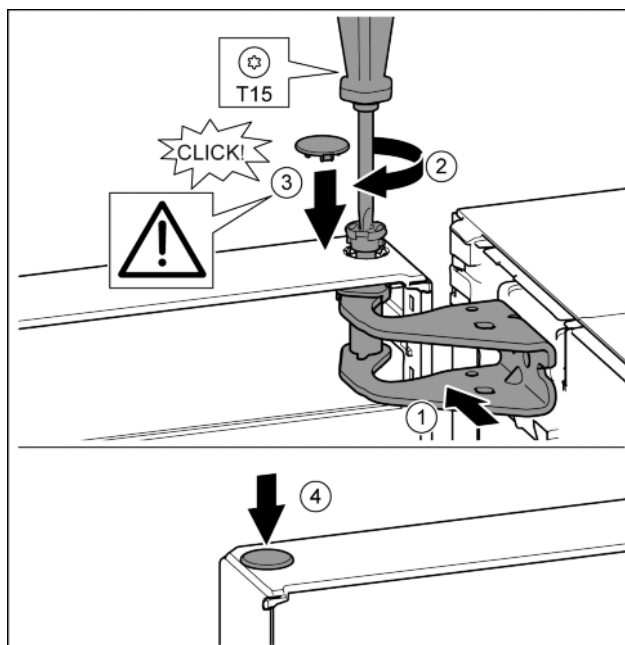

Fig. 23
- ▶ Wyrównać drzwi u góry względem otworu w płytce zawiasu. Fig. 23 (1)
- ▶ Założyć sworzeń i dokręcić śrubokrętem T15. Fig. 23 (2)
- ▶ Zamontować osłonę bezpieczeństwa w celu zabezpieczenia drzwi: Włożyć osłonę zabezpieczającą i sprawdzić, czy przylega ona do drzwi. Ponadto założyć cały sworzeń. Fig. 23 (3)
- ▶ Założyć zatyczkę. Fig. 23 (4)